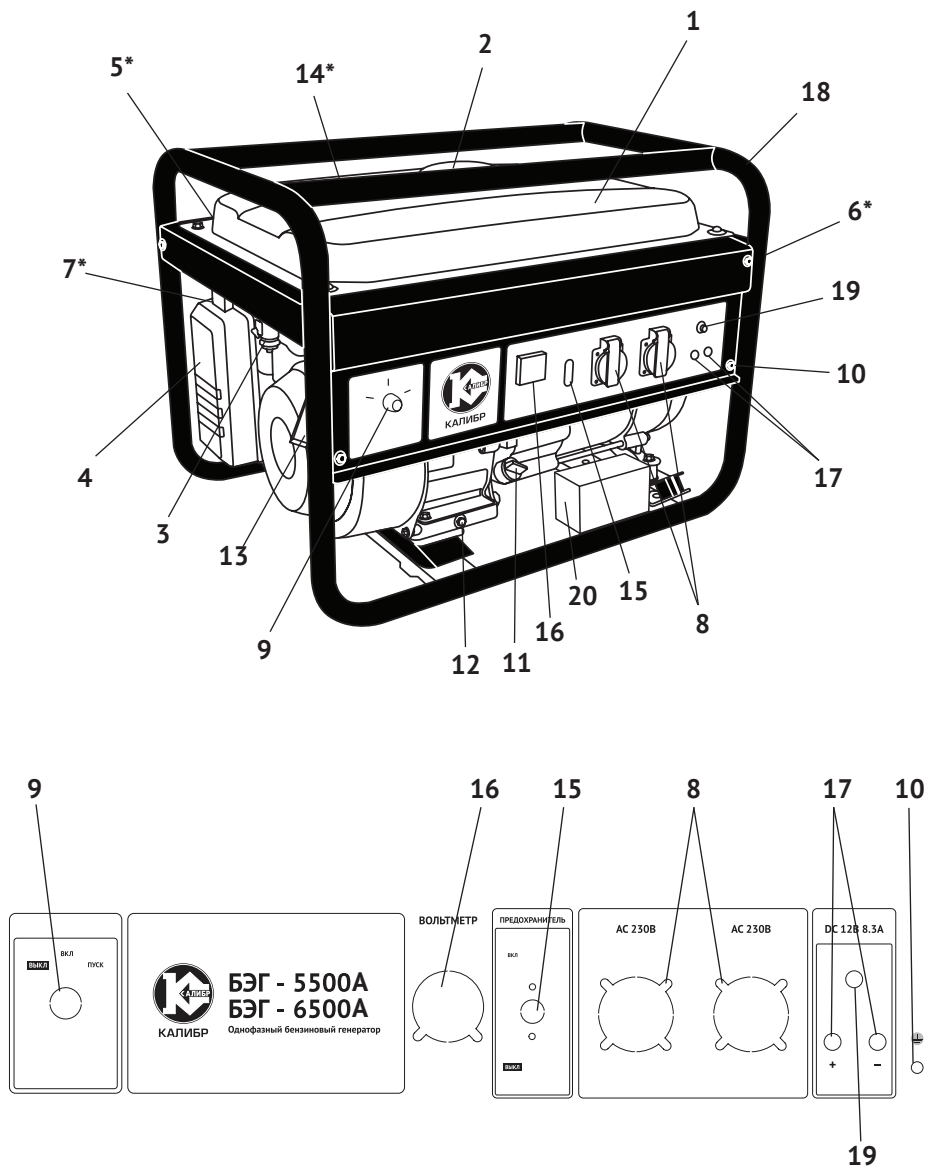

рис. 1
движениями поршня двигателя, передаёт крутящий момент на вал якоря генератора. Передача осуществляется через коническое сопряжение ротора генератора и вала двигателя. При этом образуется самоцентрирующаяся трёхопорная схема соединения. С обмоток статора генератора напряжение подводится: через систему стабилизации на розетки переменного тока (рис.1 поз.8); через выпрямительный блок на розетку постоянного тока 12 В (рис.1 поз.17).
2.4 Общий вид бензогенератора и панели управления представлен на рис.1
3.2 Бензогенератор оснащён одноцилиндровым четырёхтактным двигателем внутреннего сгорания с верхним расположением клапанов и нижним расположением коленчатого вала. Верхнее расположение клапанов снижает теплонапряжённость двигателя. При этом достигается более высокая выходная мощность в меньшем рабочем объёме при эффективном сгорании топлива. Двигатель имеет карбюраторную систему питания. Смазка осуществляется разбрызгиванием масла в картере. Пуск двигателя осуществляется или ручным тросовым возвратным стартёром или ключом замка зажигания (рис.1 поз.9) электрического стартера.
3.4 Двигатель и генератор закреплены на трубчатой раме (рис.1 поз.18) через амортизаторы, что снижает вибрацию аппарата и уменьшает уровень шума при работе. Все элементы бензогенератора имеют удобный доступ для обслуживания и ремонта.
Электрическая сеть подключения потребителей относится к системе с изолированной нейтралью, предусматривающей защитное заземление открытых токопроводящих частей корпуса. В зависимости от местных условий (состав грунта, его влажность и т.п.) изменяется качество заземления. Во всех случаях защитное заземление должно иметь сопротивление не более 4-х Ом. Во время работы бензогенератора его клемма заземления (рис.1 поз.10) должна быть подсоединена к заземлителю. Практически это требование может быть реализовано следующими способами:
Выкрутите пробку-щуп из маслозаливной горловины (рис.1 поз.11) и залейте в картер масло необходимой марки до нижнего края горловины. Вставьте сухой чистый щуп в горловину картера и выньте его. Проверьте уровень масла: граница смоченной области щупа должна располагаться между отметками минимального и максимального уровней.
5.3.1 Отключить всех потребителей переменного и постоянного тока от генератора. Перевести автоматический выключатель (рис.1 поз.15) в положение «Выкл».
- перевести ключ замка зажигания (рис.1 поз.9) в положение «Вкл»;
- открыть топливный кран (рис.1 поз.3);
- перевести рычаг управления воздушной заслонкой (рис.1 поз.7) в крайнее левое положение «закрыто» при пуске холодного двигателя (для прогретого двигателя рычаг устанавливается в промежуточном положении);
- медленно потяните рукоятку стартера (рис.1 поз.13) до появления сопротивления, затем резким движением вытяните его до конца, повторите действие ещё раз, если двигатель не завёлся.
После прогрева двигателя в течение 10-40 секунд (в зависимости от начальной температуры), перевести рычаг воздушной заслонки (рис.1 поз.7) в крайнее правое положение «открыто».
- перевести тумблер автоматического выключателя (рис.1 поз.15) в положение «Выкл.»;
- отключить потребителей электроэнергии от розеток (рис.1 поз.8);
- перевести ключ замка зажигания (рис.1 поз.9) в положение «Выкл.»;
- закрыть топливный кран (рис.1 поз.3).
- величина напряжения переменного тока измеряется вольтметром (рис.1 поз.16);